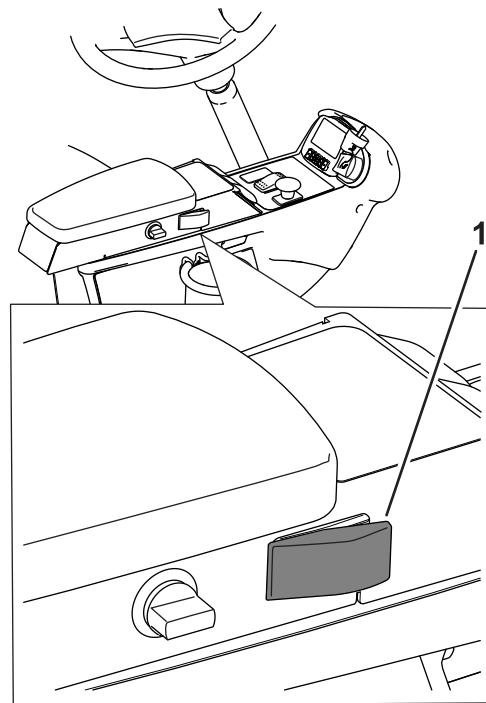
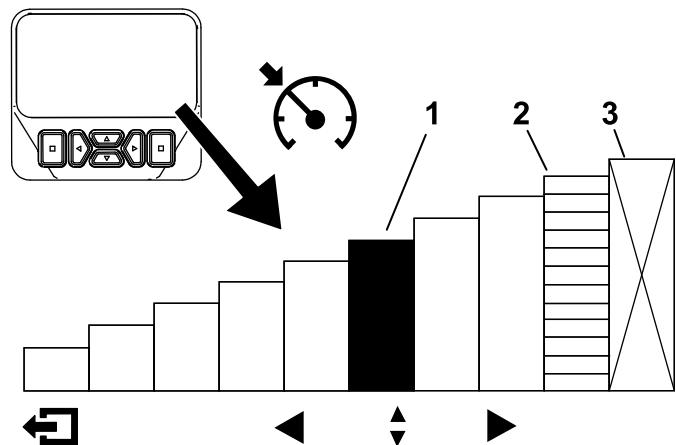

Figura 33
Figura 34
Depois de o interruptor de controlo de cruzeiro ser ativado e a velocidade ser definida na consola (Figura 33), utilize o InfoCenter para ajustar a definição de velocidade do controlo de cruzeiro (Figura 6 e Figura 34).
1. Ative o interruptor do controlo de cruzeiro na consola (Figura 33).
2. Utilize o ecrã InfoCenter para ajustar a definição de velocidade do controlo de cruzeiro (Figura 34).